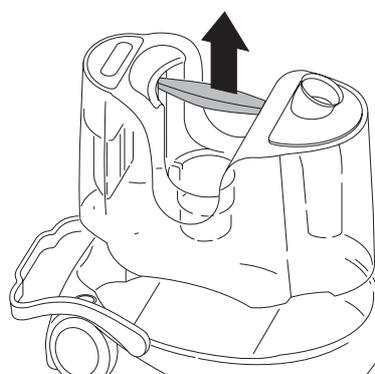

fig. 3
- Estrarre la tanica raccogli-solidi/liquidi **E** utilizzando l'apposita maniglia prevista sulla tanica (fig. 3).